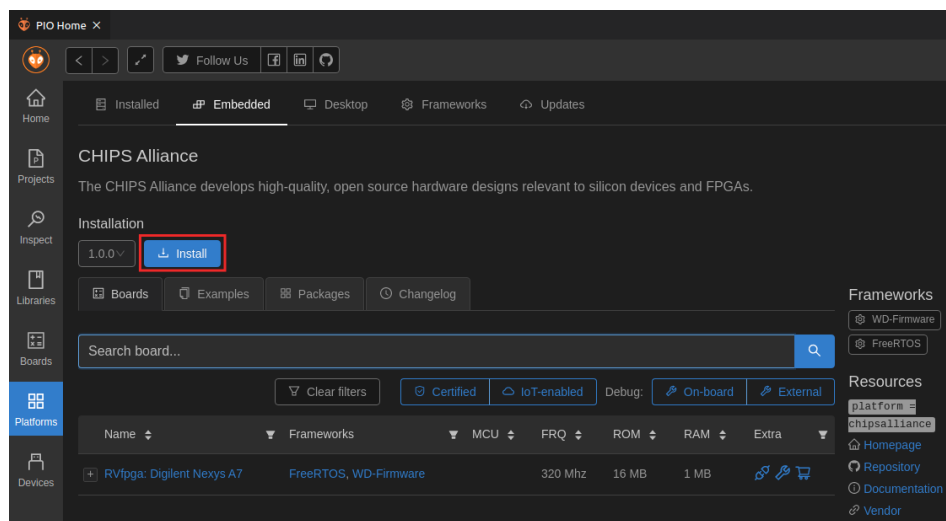

Figura 42. Instalação da plataforma Chips Alliance
- Depois de clicar no botão **CHIPS Alliance**, verá os detalhes da plataforma Chips Alliance (tal como na Figura 42). Instale-o, clicando no botão  (Figura 42).